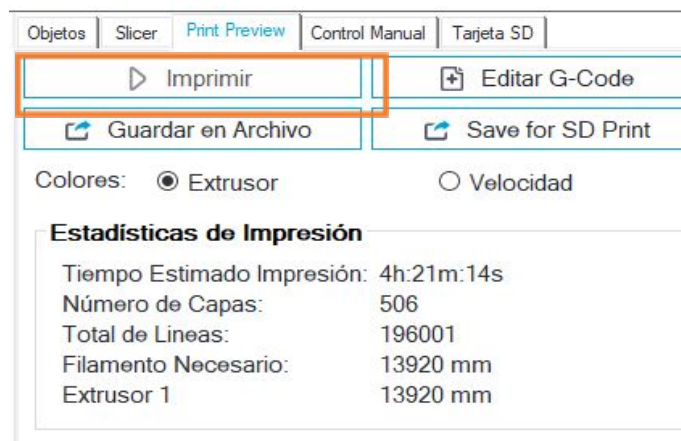
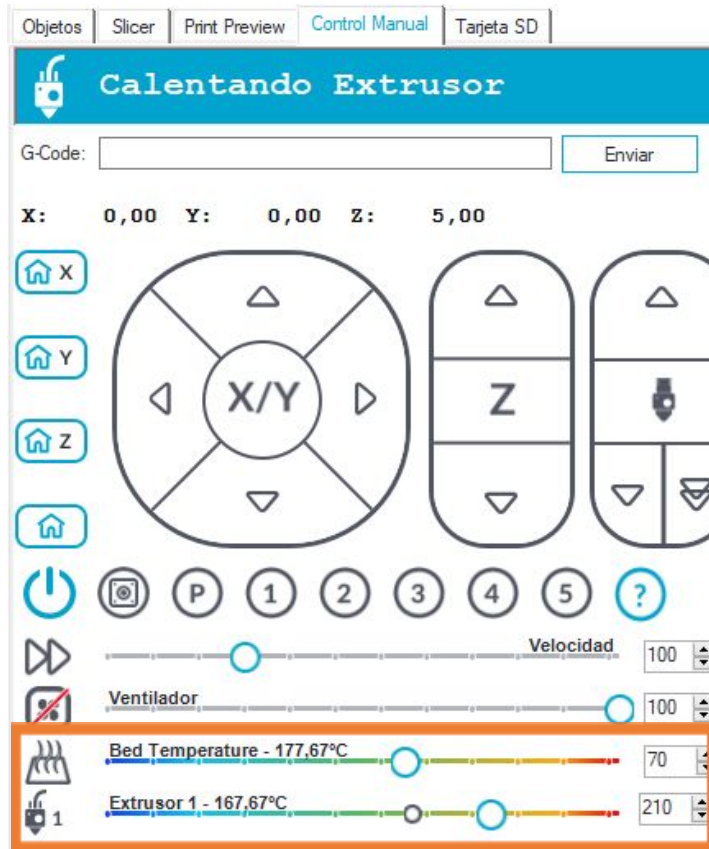

Figura 35. Botón para iniciar el proceso de impresión
Figura 36. Calentando cama y hotend.
4. Cuando el slicer haya terminado, el proceso continuará en la pestaña de **"Print Preview"**, en la cual podemos iniciar la impresión dando click en el botón **"Print"**. (Ver figura 35). Al comenzar la impresión el hotend y la cama se habilitarán para empezar a calentar, (Ver figura 36 recuadro naranja) alcanzando las temperaturas establecidas en los perfiles de impresión seleccionados. (Ver figura 36).